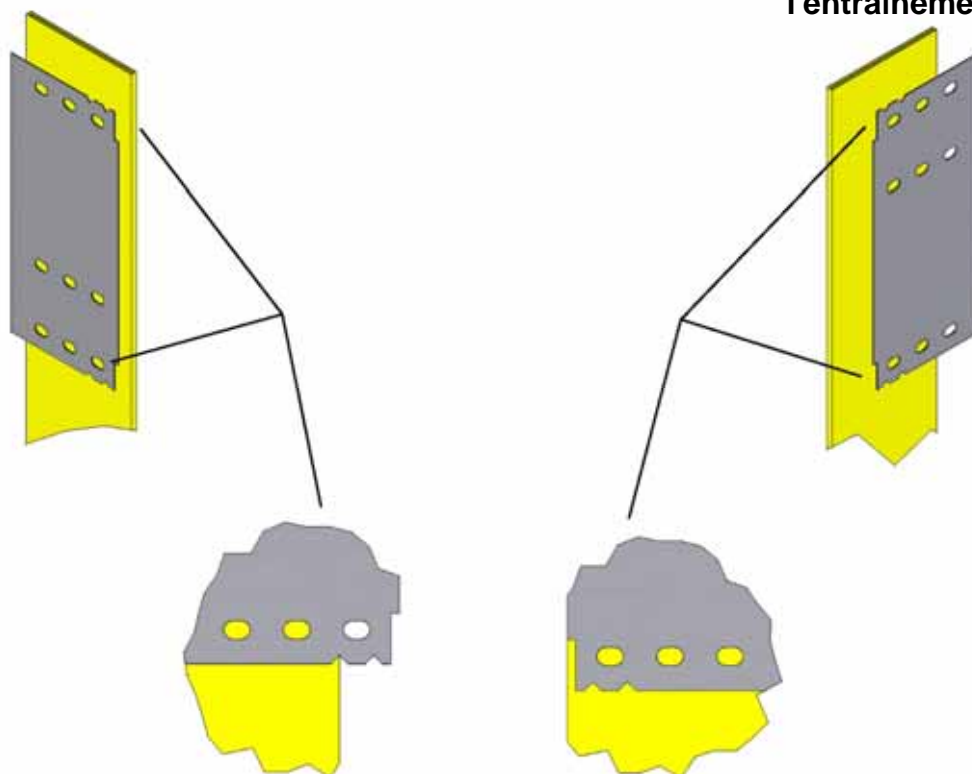

Figure 3a, Positionnement du support supérieur
2. Positionnez le gabarit sur le bâtiment comme indiqué sur la figure 3a, marquez et percez les trous de fixation pour les supports supérieurs. Utilisez la rangée de trous supérieure et la rangée de trous inférieure (la deuxième rangée de trous peut être utilisée si nécessaire).